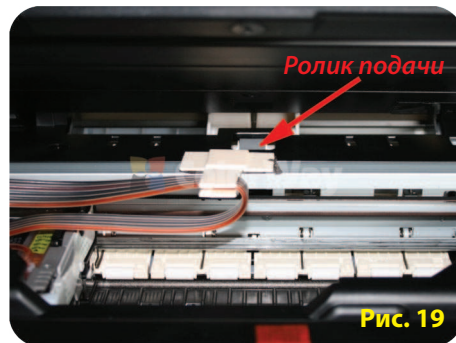

Рис. 19
- 5.2. Вставьте шлейф в Т-образный держатель и прикрепите его к корпусу МФУ, немного левее центра ролика захвата бумаги. (Рис. 19).